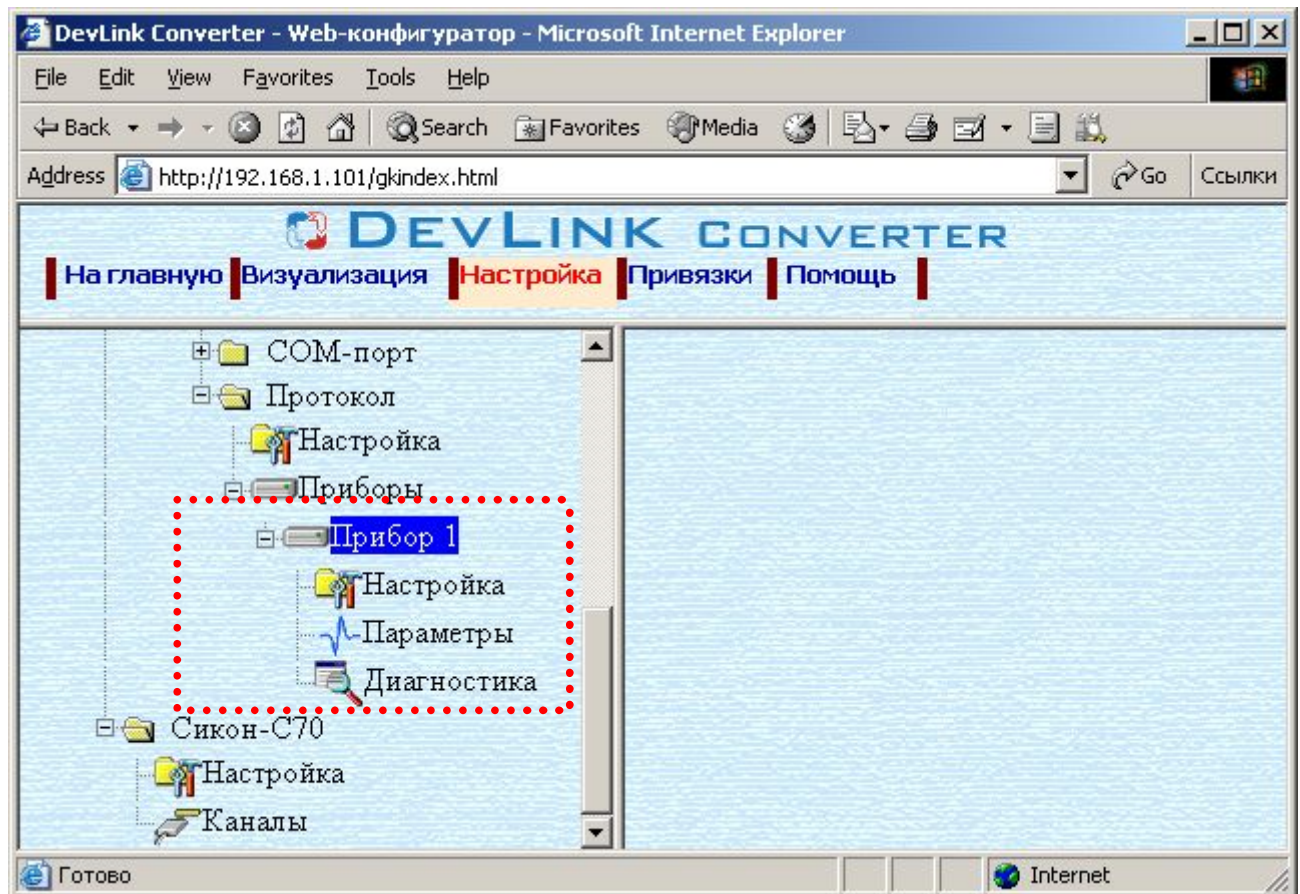

Рисунок 3.6 – Поддерево нового прибора в канале драйвера
- Нажмите на кнопку «Добавить прибор». В результате будет произведено добавление нового устройства в канал. Дерево объектов будет обновлено. Папка «Приборы» канала драйвера должна содержать поддерево нового прибора (рисунок 3.6).